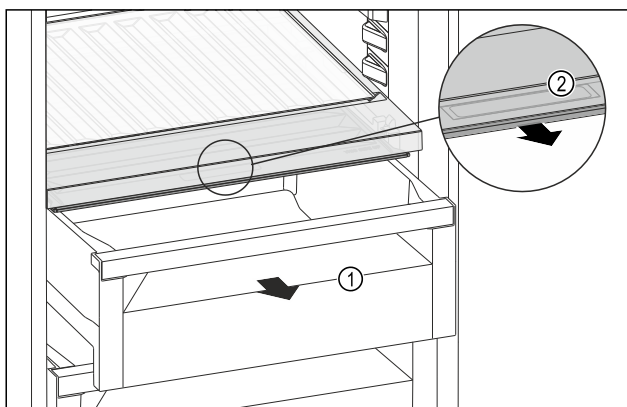

Fig. 189
- ▶ Izvucite ladicu Fig. 189 (1).
- ▶ Primite ručku Fig. 189 (2) na poklopcu pretinca i istodobno povucite poklopac pretinca prema naprijed.